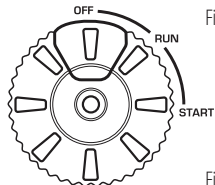

Fig. 3
1. Generatorul este livrat cu bateria deconectată. La prima punere în exploatare - deschideți ușa de întreținere și conectați bateria (fig.3). Pentru depozitarea pe termen lung a generatorului, deconectați bateria (pentru modelele KS 5500iES ATSR, KS 5500iEG S).
4. Conectați furtunul cu partea care e montat reductorul la butelia de gaz (partea **B** este conectată la butelie, Fig. 3).
Generatorul este livrat cu bateria deconectată. La prima punere în exploatare - deschideți ușița de întreținere și conectați bateria (fig. 3). Pentru depozitarea pe termen lung a generatorului, deconectați bateria (pentru modelele KS 5500iES ATSR, KS 5500iEG S).